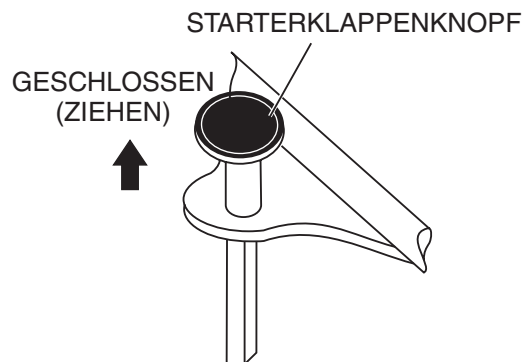

Abbildung 11. Starterklappenknopf (geschlossene Position)
3. Beim Starten eines kalten Motors den Starterklappenknopf (Abbildung 11) nach oben in die **GESCHLOSSENE** Position ziehen.